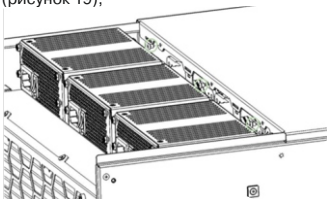

Рисунок 18 – Извлечение винтов фиксации нижней задней крышки с корпусом
– открутите шестигранным ключом s2 три винта М3 с полукруглой головкой, фиксирующих заднюю нижнюю крышку с корпусом (рисунок 18);